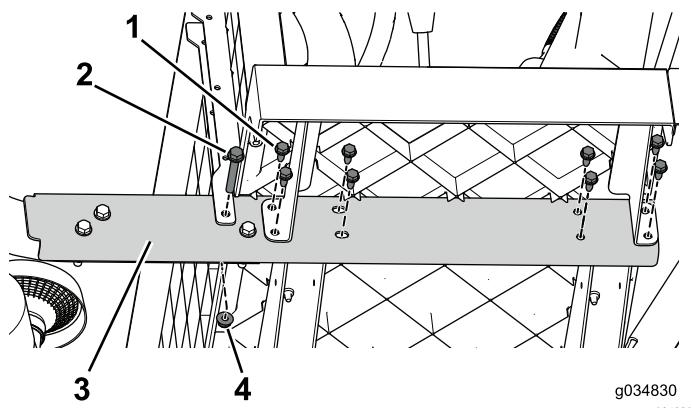

Figura 16
- Retire los pernos con arandela prensada (3/8" x 2 1/2") y las tuercas que fijan el larguero a la máquina (Figura 16). Haga esto en ambos lados de la máquina.
- Trabajando desde delante hacia atrás, retire los pernos con arandela prensada (5/16" x 3/4") que sujetan el larguero a la máquina (Figura 16). Haga esto en ambos lados de la máquina.